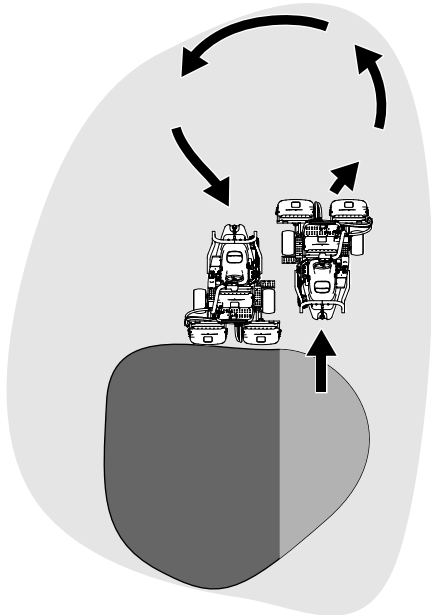

Figura 21
6. Para ganar tiempo y facilitar la alineación correcta para la pasada siguiente, gire la máquina momentáneamente en la dirección opuesta, y luego gire hacia la parte que todavía no está segada. Este movimiento forma un giro en forma de lágrima (Figura 21), que permite alinear la máquina rápidamente para la pasada siguiente.